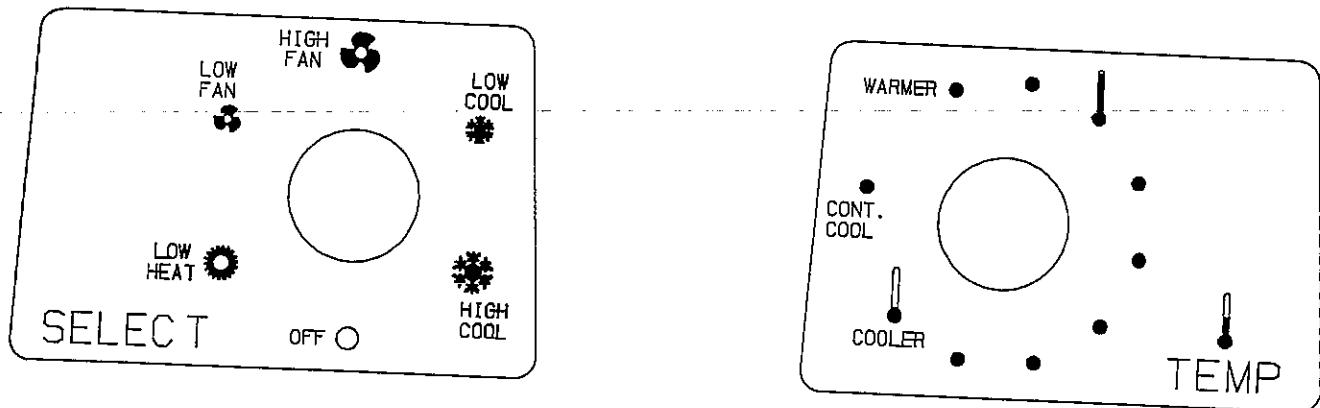

FIGURE 1
2. To check fan operation: Turn selector switch to "LOW FAN", then to "HIGH FAN". Fan should run continuously at low speed on "LOW FAN" and continuously at high speed on "HIGH FAN". See Figure 1.
3. To check cooling operation, turn the selector switch to "LOW COOL" and then to "HIGH COOL". Compressor and fan should run at both positions. Fan should run on low speed on "LOW COOL" and on high speed on "HIGH COOL". See Figure 1.
2. Pour verifier le fonctionnement du ventilateur: mettre le selecteur de mode sur "LOW FAN" (VENTILATEUR FAIBLE), puis sur "HIGH FAN" (VENTILATEUR FORT). Le ventilateur doit fonctionner sans interruption a regime faible sur "LOW FAN" et a regime fort sur "HIGH FAN". Voir Figure 1.
3. Pour verifier la fonction de refroidissement, mettre le selecteur de mode sur "LOW COOL" (REFROIDISSEMENT FAIBLE) puis sur "HIGH COOL" (REFROIDISSEMENT FORT). Le compresseur et le ventilateur doivent marcher sur les deux positions. Le ventilateur doit marcher a regime fort sur "HIGH COOL". Voir Figure 1.
2. Kontrolle des Geblases: Drehschalter auf "LOW FAN" (HALBE LEISTUNG GEBLASE), dann auf "HIGH FAN (VOLLE LEISTUNG GEBLASE). Geblase muß in Stellung "LOW FAN" standig mit niedriger Drehzahl, in Stellung "HIGH FAN" standig mit hoher Drehzahl laufen (Abb. 1).
3. Kontrolle der Kühlung: Schalter auf "LOW COOL" (HALBE LEISTUNG KUHLUNG), dann auf "HIGH COOL" (VOLLE LEISTUNG KUHLUNG). In beiden Schaltstellungen müssen Kompressor und Geblase laufen. Geblase muß in Stellung "LOW COOL" mit niedriger Drehzahl, in Stellung "HIGH COOL" mit hoher Drehzahl laufen (Abb. 1).